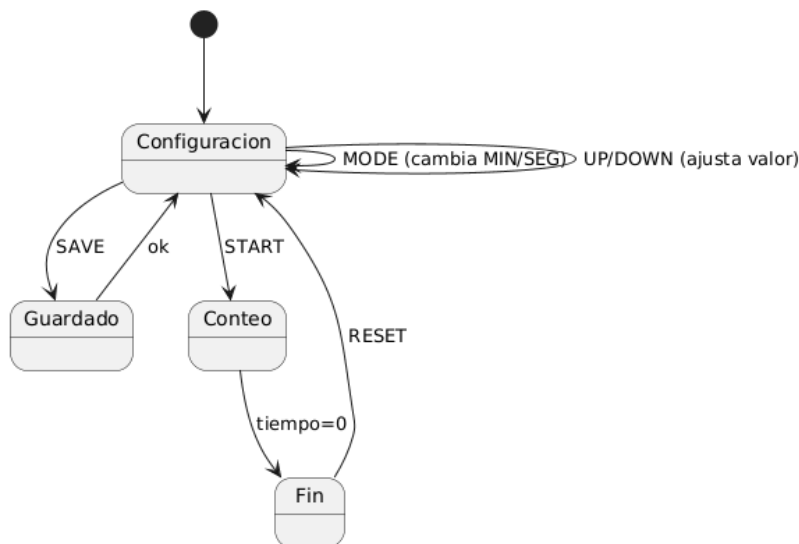

Figura 1: FSM del temporizador: configuración, guardado, conteo y reinicio.
La Figura 1 representa el flujo general del sistema temporizador y las transiciones entre los estados principales.
- Inclusión del diagrama FSM (Figura 1) en el informe final.